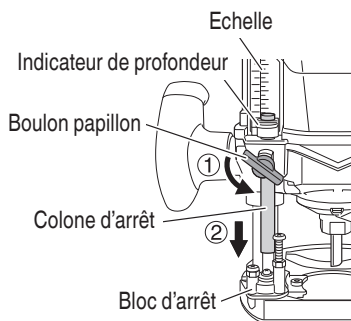

Fig. 13
- (1) Placez l'outil sur une surface boisée plate.
- (2) Desserrez le bouton papillon en laissant la colonne d'arrêt être en contact avec le bloc d'arrêt. (Fig. 13)